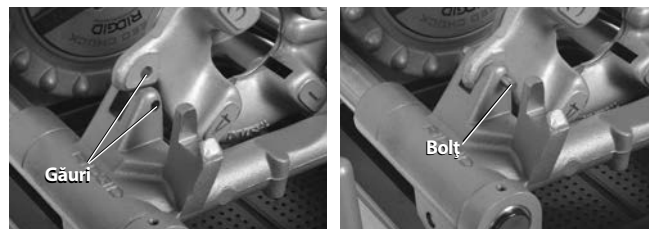

Figura 26 – Fixarea în poziție a capului-filieră LH (ST)
2. Așezați un știft $\frac{5}{16}$ " de lungime 2" prin găurile din suportul căruciorului și capul-filieră stânga pentru a îl reține în poziție (*vezi Figura 26*).